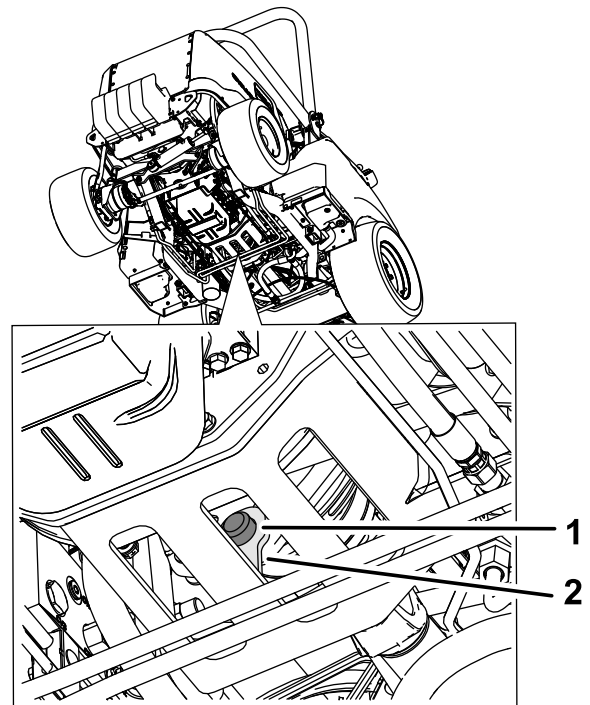

Figura 74
4. Retire el tope de goma del retenedor metálico y el embrague (Figura 74).